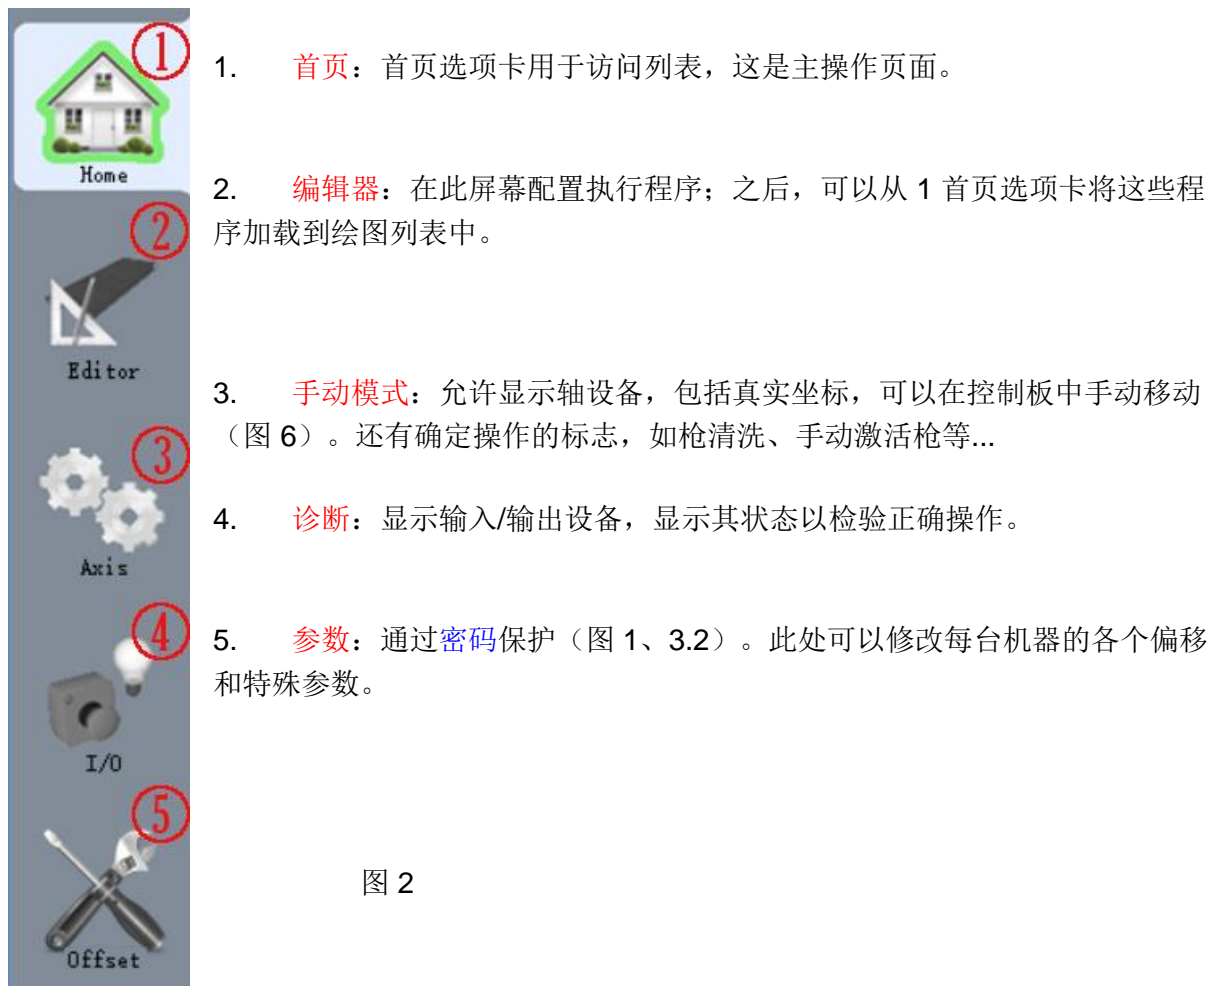

图 2
主页面的左侧也有将页面更改为软件的按钮，参见图 2，这样您可以访问所有可用功能。
- 名称：按此列，可以打开包含通过**编辑器**选项卡 4（图 2）生成的所有程序的文件夹。
- 编辑：按下该按钮可以访问**编辑器**选项卡 4（图 2），根据需要修改程序。
2. 添加行: 按下此按钮将显示一个窗口 (图 4): 允许选择添加到执行列表的程序类型。选择后, 自动打开包含 编辑器 选项卡 4 以前开发程序的文件夹 (图 2)。选择程序后, 自动添加到执行列表末尾。